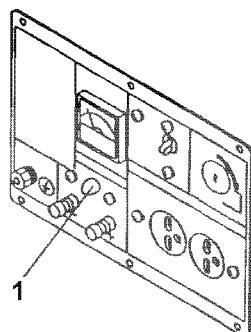

Рис. 69
- Если используется источник постоянного тока, нажмите кнопку RESET (СБРОС) (1), чтобы активизировать прерыватель цепи постоянного тока. (Рис. 69)